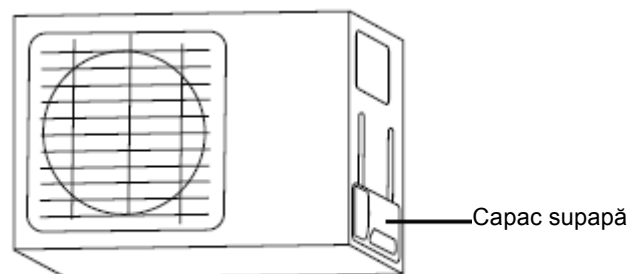

Fig. 5.9
1. Deșurbați capacul supapei ceva din lateralul unității exterioare (consultați Fig. 5.9).